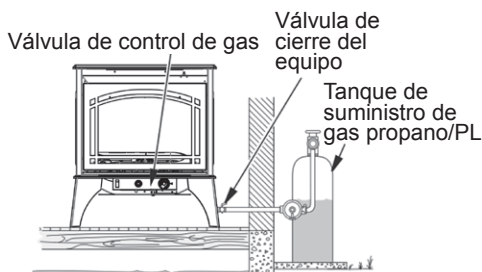

Fig. 13: comprobación de las juntas de gas (solo propano/PL)
3. Revise todas las juntas desde el medidor de gas hasta la válvula de cierre del equipo (consulte la Fig. 13 or 14). Aplique una mezcla de jabón líquido y agua en las juntas de gas. Si se forman burbujas, es posible que haya una fuga.
4. Verifique todas las juntas desde la válvula de cierre del equipo hasta la válvula de control (consulte la Fig. 13 or 14). Aplique una mezcla de jabón líquido y agua en las juntas de gas. Si se forman burbujas, es posible que haya una fuga.